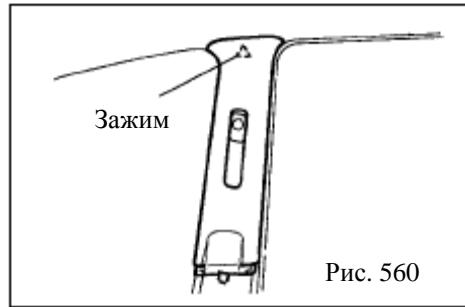

Рис. 560
- С помощью отвертки снимите зажим и снимите верхнюю отделку правой средней стойки.(рис. 560)